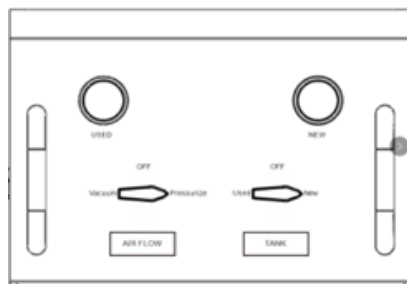

Fig 9.
"Pressurize", la valvula derecha "TANK" a la posicion "New" (Fig. 9), abra la valvula en la manguera de fluido nuevo(roja) (Fig.8), luego abra la valvula de aire taller para agregar mas anticongelante nuevo al vehiculo.
4. Conecte el adaptador conico y dirijalo al tanque de desbordamiento. Gire la valvula izquierda en el panel "AIR FLOW" a la posición "Pressurize", la valvula derecha "TANK" a la posición "New", abra la valvula en la manguera de fluido nuevo (roja), luego abra la valvula de aire taller para agregar anticongelante nuevo al vehiculo a traves del tanque de desbordamiento. Como se ilustra arriba en Fig.8 y Fig.9.
5. Arranque el motor y compruebe el nivel del anticongelante. Si el nivel de anticongelante se descende, gire la valvula izquierda "AIR FLOW" en el panel a posicion "Pressurize", la valvula derecha "TANK" a la posicion "New" (Fig. 9), abra la valvula en la manguera de fluido nuevo(roja) (Fig.8), luego abra la valvula de aire taller para agregar mas anticongelante nuevo al vehiculo.
5. Arranque el motor y compruebe el nivel del anticongelante. Si el nivel de anticongelante se descende, gire la valvula izquierda "AIR FLOW" del panel a posicion "Pressurize", la valvula derecha a la posicion "New" (Fig. 9), abra la valvula en la manguera de fluido nuevo(roja) (Fig.8), luego abra la valvula de aire taller para agregar mas anticongelante nuevo al vehiculo a traves del tanque de desbordamiento del vehiculo.